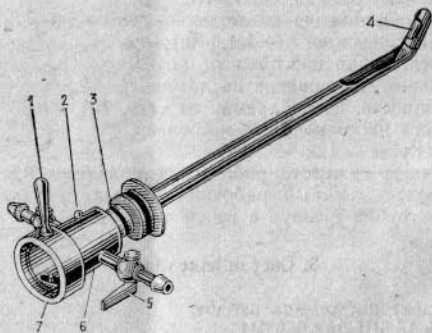

Рис. 1. Ствол:
4.2. Ствол (рис. 1) представляет собой тонкостенную металлическую трубку круглого сечения.